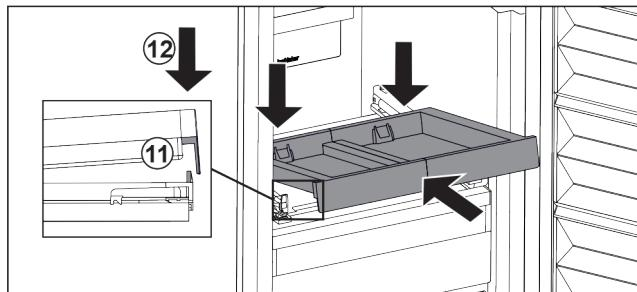

Fig. 33
- Zasuňte ju šikmo. Dbajte na to, aby sa na oboch stranach doraz nachádzal za sponou. Fig. 33 (11)
- Zložte vyťahovaciu poličku vpred. Fig. 33 (12)